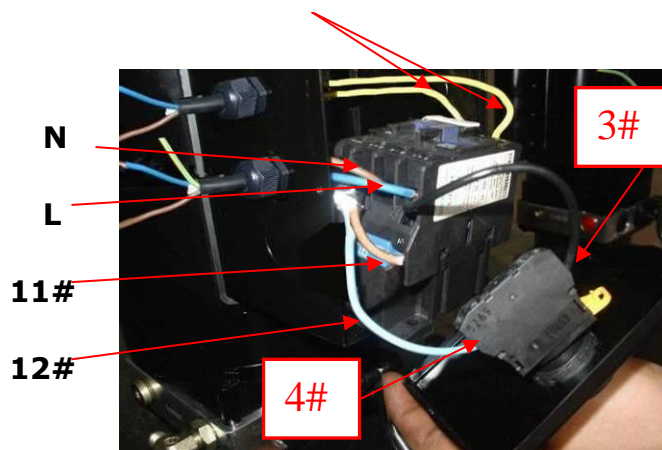

Рис. 38
4. Подключение концевика: Сперва уберите провод от разъема **4#** на кнопке включения **4#** и **A1** на пускателе (см. рис.37), затем подключите провод **12#**(коричневый) концевика к разъему **4#** кнопки управления и провод **11#**(голубой) к разъему **A1** пускателя. Кабелем заземления соедините разъем на концевике и двигателе. (см. рис. 38).